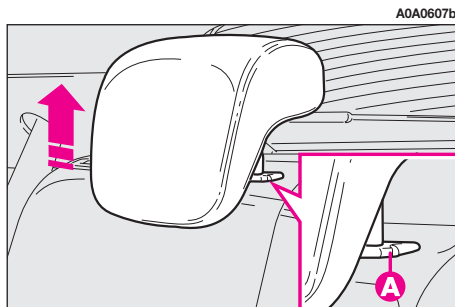

fig. 21
– soulever les appui-tête jusqu'à la hauteur maxi, appuyer sur les deux poussoirs (**A-fig. 21**) aux côtés des deux supports, puis enlever les appui-tête en les sortant vers le haut;
Pour l'utilisation, il faut soulever l'appui-tête de la position (2) "position de non utilisation" jusqu'à atteindre la position (1) "tout extrait". Pour les repositionner dans la "position de non utilisation", appuyer sur la touche (A-fig. 21) et pousser vers le bas l'appui-tête.